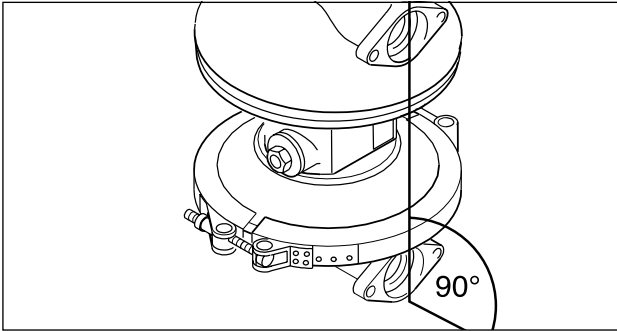
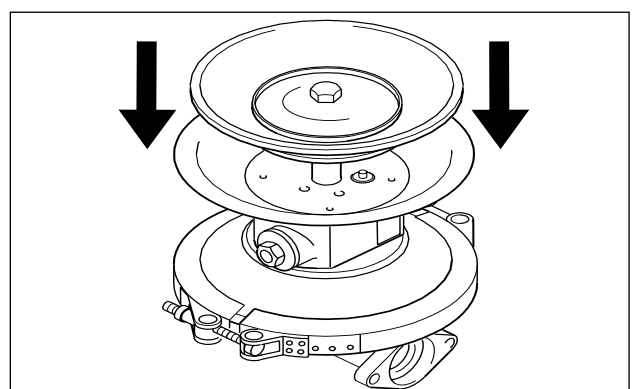

Fig. 7: Alineación de las cámaras de la bomba
Fig. 15: Montaje de la segunda cámara de la bomba
Si se utilizan sensores de rotura de diafragma, el suministro de aire se puede interrumpir cuando se produce una fuga. Las conexiones eléctricas pueden consultarse en el diagrama eléctrico que figura (fig. 7).
- Ensamblaje de la cámara de bombeo: Montar la membrana y fijarla atornillando el disco exterior de membrana con el par de apriete indicado en "Pares de apriete", Página 48 y siguientes. Las cámaras de bombeo se han de montar siempre con la membrana en posición de aspiración (presionando el disco de membrana hacia dentro, hacia la cámara de aire) (Fig. 15). Atornille la cinta de sujeción o la brida de montaje. Monte la segunda membrana siguiendo el procedimiento análogo. Tienen que estar alineadas las superficies de contacto de las bridas de la carcasa de la bomba (Fig. 7).